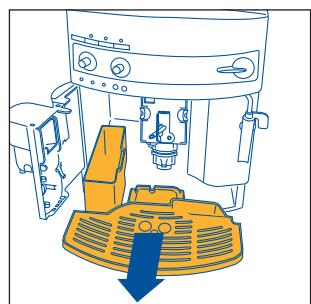

Fig. 16
NOTA 7: A máquina conta o número de cafés tirados. A cada 14 cafés normais (ou 7 duplos), a luz piloto  acende-se fixamente (cap. 12 ponto 3), indicando que o recipiente de borras está cheio de pastilhas e que é, assim, necessário esvaziá-lo e limpá-lo. Enquanto não limpar a gaveta de borras, a luz manter-se-á acesa e a máquina não poderá fazer o café. Para efectuar a limpeza, abra a porta de serviço situada na parte frontal, puxando a pega própria (fig. 15); a luz  intermitente acender-se-á (consulte o par. 12, ponto 9); retire depois a pingadeira (fig. 16), esvazie-a e limpe-a. Esvazie e limpe cuidadosamente a gaveta de borras, tendo o cuidado de remover todos os resíduos que possam estar depositados no fundo. Seque também as eventuais gotas de condensação que estejam depositadas no interior da máquina sob a pingadeira. **IMPORTANTE:** Sempre que retirar a pingadeira, é OBRIGATÓRIO esvaziar o recipiente de borras de café, ainda que este esteja pouco cheio. Se esta operação não for efectuada pode acontecer que, quando tirar os cafés seguintes, o recipiente de borras se encha mais do que o previsto e que a máquina fique obstruída com pastilhas saturadas.
- Retire a pingadeira e o recipiente de borras (fig. 16) e lave-os;